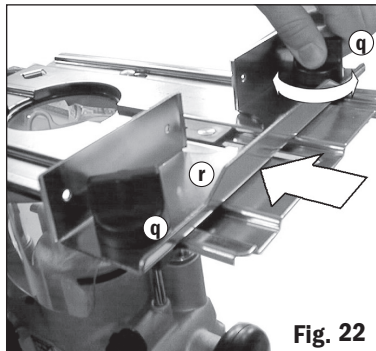

Fig. 22
4. Allentare le manopole della guida diritta (q) di alcuni giri e far scorrere la guida (r) sulla base dal lato scelto. **Fig. 22.** Bloccare all'impostazione desiderata serrando entrambe le manopole della guida.